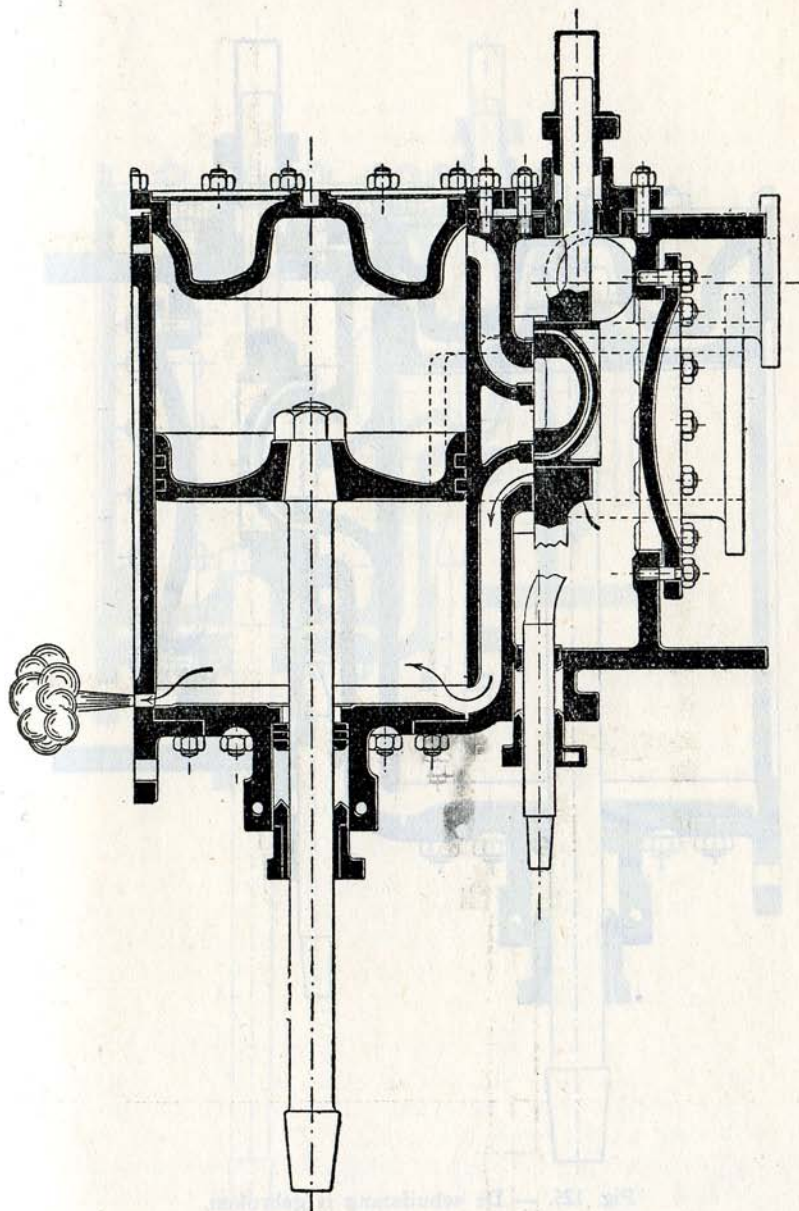

Fig. 124. — De schuifstang is gebroken.
a) Als de schuif van haar stang los is (fig. 124), blijft dezelfde spuikraan, maar ook die alleen, stoom geven.